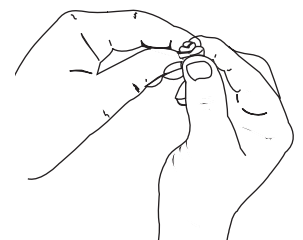

Fig. 29
- Apriete el filtro para esparcir y retirar el exceso de aceite (Fig. 29).